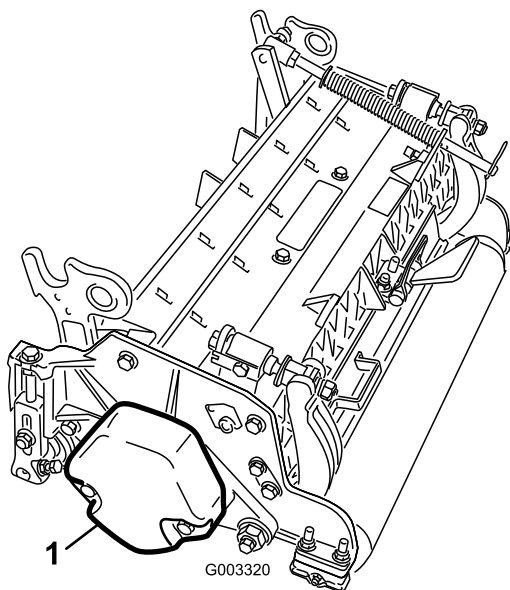

图 9
4. 按照滚刀组 *操作员手册* 的描述确保将配重块图 9 安装到滚刀组正确的一端上。